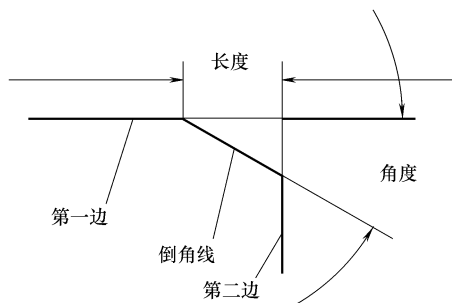

图 4-10 长度和角度的定义
3) 立即菜单中的【长度】和【角度】两项内容表示倒角的轴向长度和倒角的角度。根据系统提示，从键盘输入新值可改变倒角的长度与角度。其中，轴向长度是指从两直线的交点开始，沿所拾取的第一条直线方向的长度；角度是指倒角线与所拾取第一条直线的夹角，其范围是 $0^\circ \sim 180^\circ$ ，其定义如图 4-10 所示。由于轴向长度和角度的定义均与第一条直线的拾取有关，所以两条直线拾取的顺序不同，所作出的倒角也不同。